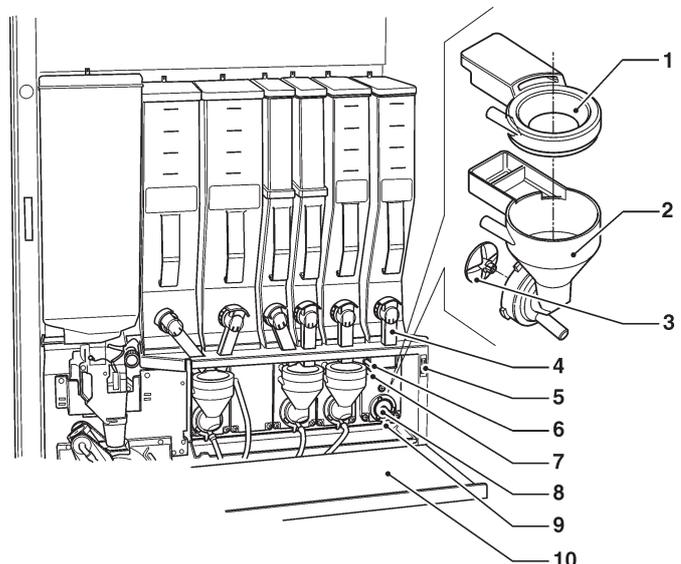

Fig. 31
- quitar (véase la fig. 31) de los mixer los embudos de los polvos, las tolvas del agua, los embudos del depósito de polvos y las paletas de los motoagitadores;